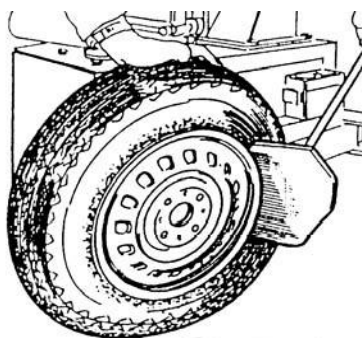

Рис. 6
- 3) Вручную отведите отжимную лапу в сторону. Прислоните колесо к опоре и подведите лопату к покрышке примерно в 10мм от диска (рис. 6)